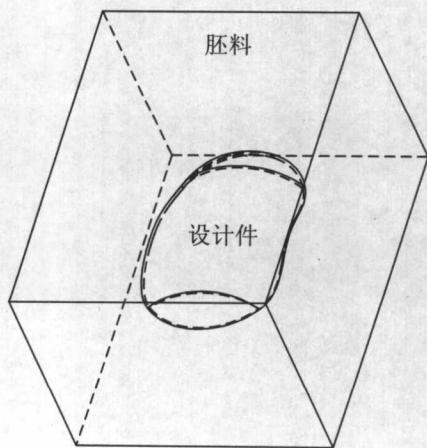

图 1.2
1. 创建模具模型(Mold Model): 首先读入设计完成的零件，然后再将事先设计好的胚料装配进来，或直接创建胚料实体，如图 1.2 所示。